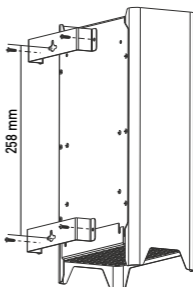

Fig. 1
- 6.4. El conjunto incluye colgadores adicionales para montar el dispositivo en una pared en posición horizontal o vertical (el esquema de instalación del colgador se muestra en la figura "Fig.1").